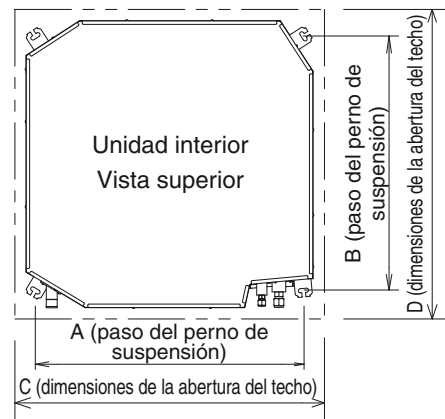

Fig. 3-2
- (2) Siga las indicaciones de la Fig. 3-2 y de la Tabla 3-1 para abrir los orificios en el techo.